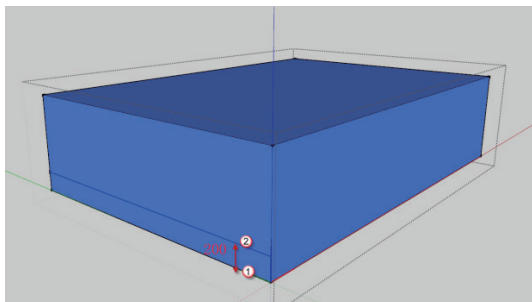

图 2.5 绘制参考线 1
(5) 绘制参考线 1。选中①处线段，按 M 快捷键发出“移动”命令，并配合 Ctrl 键将线段沿蓝轴向上复制出一条与原直线距离为 200mm 的平行线，如图 2.5 所示。